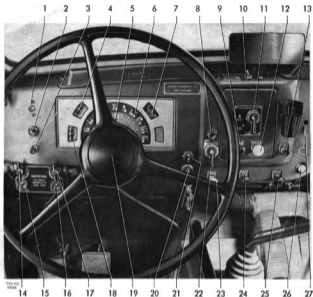

Bild 3. Manöverorgan och instrument
Differentialspärrarna kopplas in med hjälp av vakuum genom att kranarna (14) och (17) vrids till läget "In". För urkoppling vrid kranarna till läget "Ur". Se bild 3 och 7. När någon av differentialspärrarna är inkopplad lyser motsvarande kontrollampa.